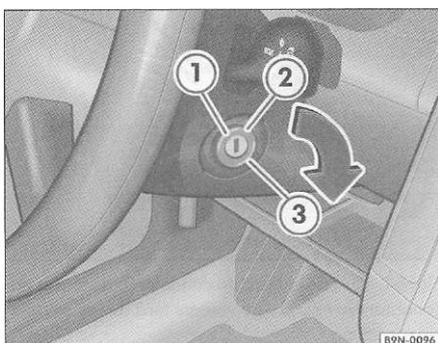

Fig. 89 Posições da chave de ignição
Nesta posição => fig. 89, o motor e a ignição estão desligados.
- Para dar partida no motor, gire a chave até a posição Página 110, fig. 89
- Gire a chave da ignição para a posição => Página 110, fig. 89 (j)>